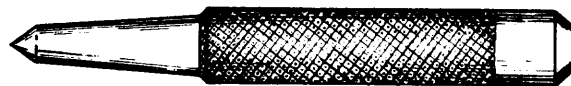

Fig. 1
1. Granete para marcar centros (fig. 1).